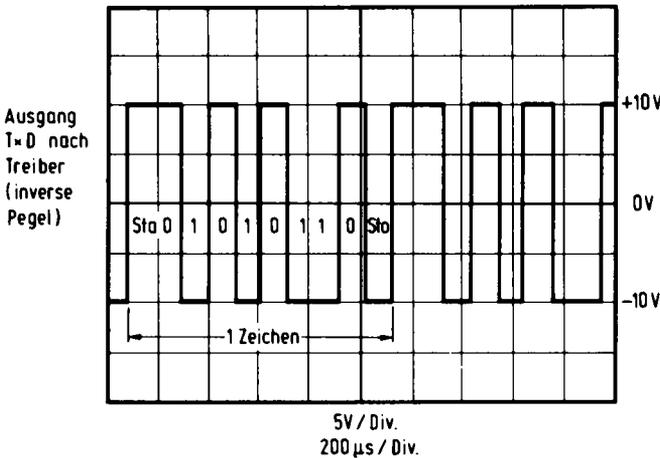

Abb. 7.3.17 Oszillogramm der Karte SER
7. Nun kann der Senderteil getestet werden. *Abb. 7.3.16* zeigt das Testprogramm, das diesmal eine Ausgabeschleife darstellt, die kontinuierlich den Wert 6Ah auf die Datenleitung gibt oder das Zeichen „j“ gemäß seiner ASCII-Bedeutung. In *Abb. 7.3.17* ist ein Oszillogramm dargestellt, das direkt am Ausgang der seriellen Schnittstelle abgenommen wurde.
Hier ist ferner zu beachten, daß die Treiber die Signale umkehren, daher rührt auch das inverse Bild in *Abb. 7.3.17*. Am 6551 Pin 10 ist es genau invertiert und natürlich nur mit einer 5 V (4 V) Amplitude vorhanden.